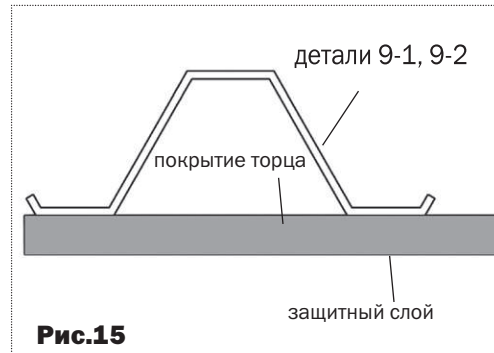
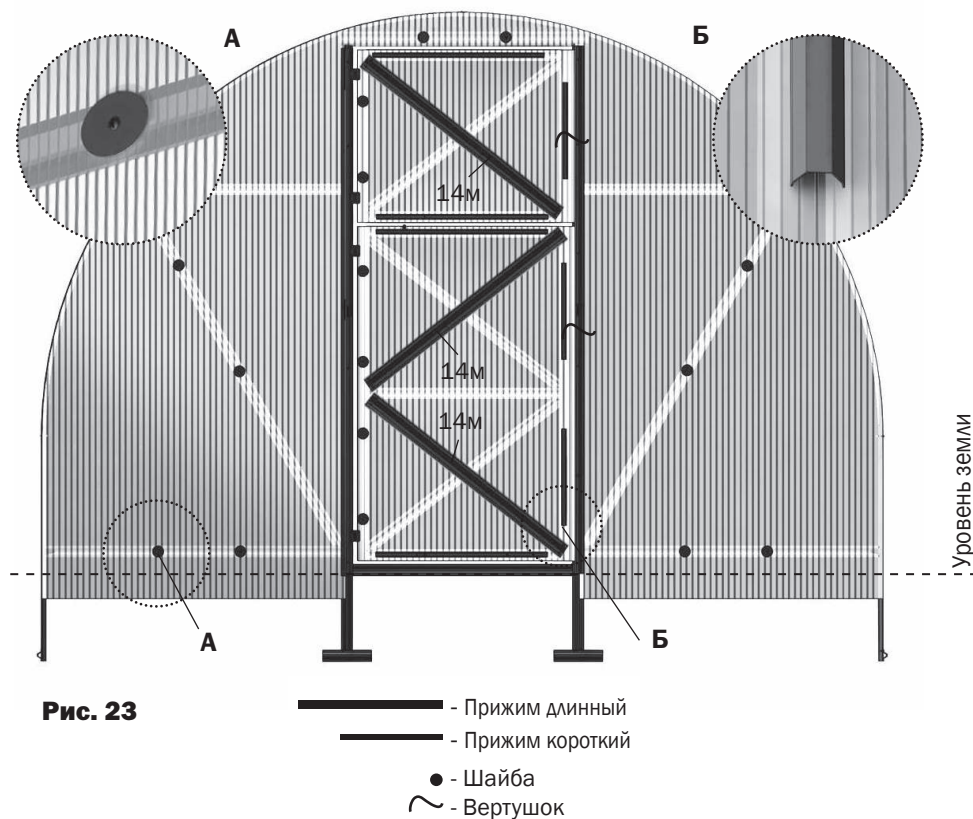

Рис.15
Рис. 23
- Установите боковые куски покрытия торца в соответствии с **рис.15**. Придерживая кусок покрытия, закрепите его винтами с шайбами по деталям **11** и **8** (**рис.23**). Отверстия для винтов выполняются сверлом диаметром 4 мм изнутри теплицы через готовые отверстия в деталях каркаса.
- Закрепите куски покрытия на форточке и двери прижимами и шайбами (**рис.23**), предварительно закрыв соты (оклеив их скотчем). По сторонам, противоположным петлям покрытие должно выступать за каркас на 15 мм (**рис.22**). Профили уплотнительные устанавливаются по контуру дверей и форточек в соответствии с рисунками **19...22**.
6. Шайбы и прижимы на торце устанавливаются в соответствии с **рис.23**.
Покрытие, закрепляется винтами с шайбами в соответствии с рис. 23а. В некоторых деталях остаются свободные отверстия, по ним винты с шайбами не устанавливать!
Рис. 23а